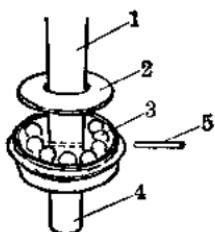

图 5
3. 玩具电动机小风扇的转动部分也设在支承轴上，平面轴承可以自制，如图5。用一个自行车踏脚板转轴顶端的小铁帽做轴承座，